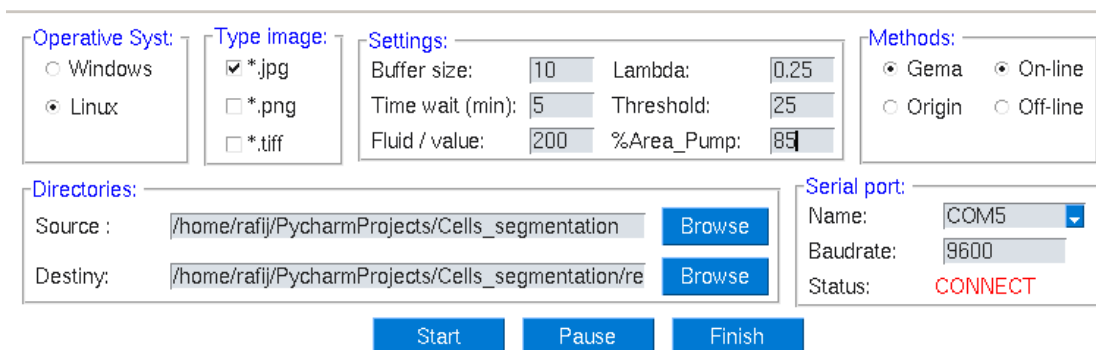

Fig. 9: Vista de ANSIS previo al inicio del procesamiento.
1. En la Fig. 9 se muestran todos los datos ingresados para el inicio del procesamiento. Para iniciar se debe pulsar el botón **START**.